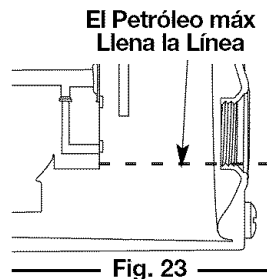

Fig. 23
6. La mirada en el petróleo llena hoyo, utiliza una linterna si necesitado. El petróleo debe estar tocando apenas las interiores la mayoría de los hilos (Fig. 23).
7. Si el nivel de aceite no está tocando la rosca más interior del agujero de llenar aceite, añada una pequeña cantidad al agujero de llenar aceite y vuelva a comprobar (Fig. 23). Repita este procedimiento hasta que el nivel de aceite alcance la rosca más interna del agujero de llenar aceite.
NOTA: Use la botella y la boquilla que guardó del uso inicial para medir la cantidad correcta. El nivel de 90 ml (3,04 onzas) está aproximadamente en la parte superior de la etiqueta de la botella (Fig. 26). Mida el nivel con la varilla de medición. Si el nivel está bajo, agregue una pequeña cantidad de aceite y vuelva a medir (Fig. 23). No lo llene demasiado.